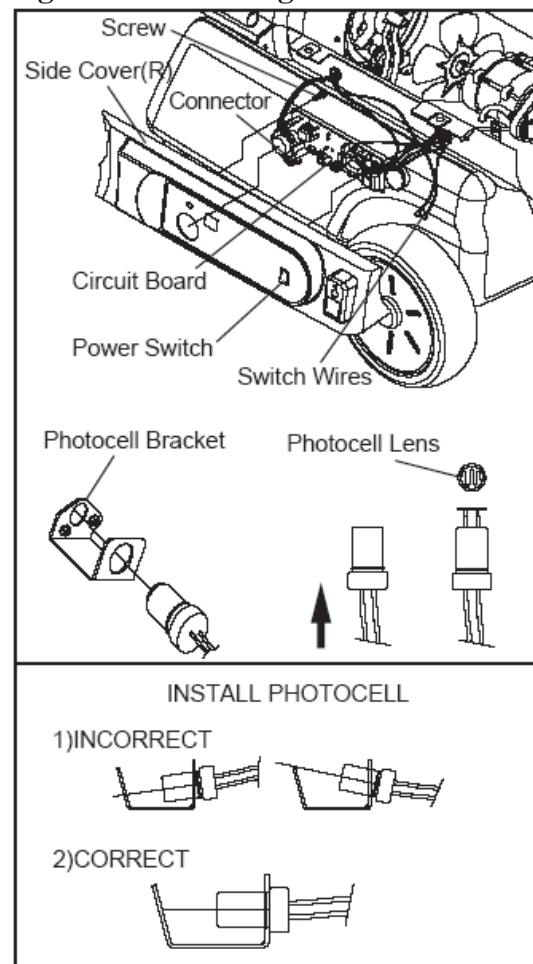

Fig. 18. Rensning og montering af fotocelle
- Fjern de to skruer med en skruetrækker. Skruerne holder ledningsprintpladen fast på sidekabinettet (se Fig. 18)
- Fjern sidekabinet (R).
- Monter printpladen på sidekabinet (R), og forbind ledningerne med tænd/sluk-knappen.